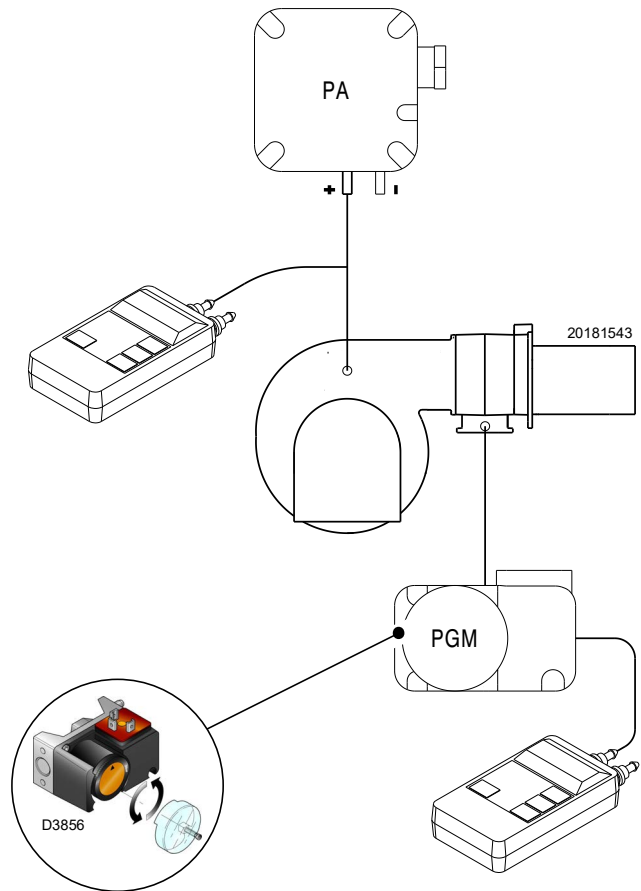

Abb. 37
- Stellen Sie den Maximal-Gasdruckwächter (Abb. 37 auf Seite 34) auf den Skalenendwert ein.
Die Einstellung des Maximal-Gasdruckwächters ausführen (Abb. 37), nachdem alle anderen Einstellungen des Brenners bei auf das Skalende eingestellten Maximal-Gasdruckwächter vorgenommen wurden.